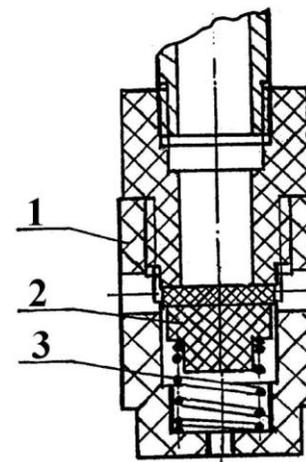

Рис.9 Обратный клапан
4.1.3 Нагнетательный трубопровод установки представляет собой гнутую стальную трубу с условным проходом не менее 15 мм с приваренным фланцем для крепления трубопровода к компрессорной головке через прокладку. На трубопровод установлен обратный клапан (рис. 9), который препятствует обратному воздействию сжатого воздуха из ресивера на компрессорную головку при ее останове.